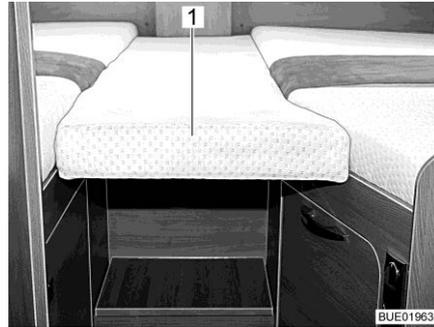
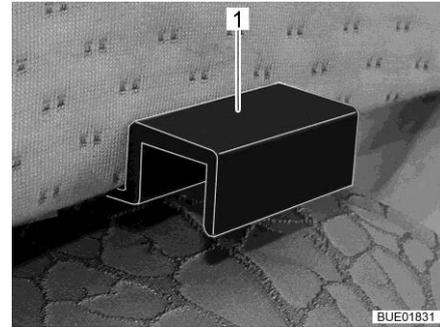

Fig. 126 Cojín adicional
Fig. 127 Soporte, cojín adicional
- Enganchar el cojín adicional (Fig. 126,1) con los soportes (Fig. 127,1) en los paneles de las camas individuales, de tal modo que se forme una superficie de descanso ininterrumpida.